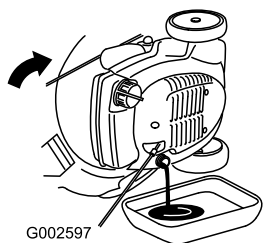

Figura 30
3. Vuelque el cortacésped hacia su lado **derecho** para drenar el aceite usado a través del tubo de llenado de aceite (Figura 30).